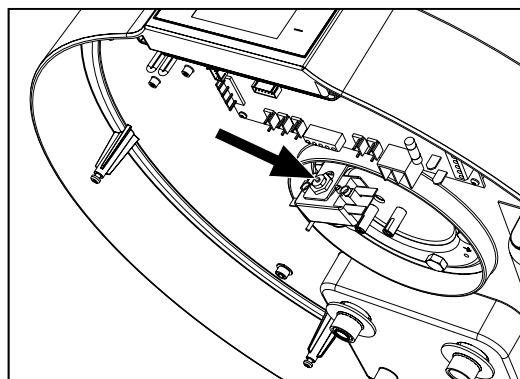

fig. 65 - Restabelecimento do termostato de segurança
- Restabeleça manualmente o termostato de segurança disparado (fig. 65). Em caso de intervenção, o perno central do termostato sobressai em cerca de 2 mm.